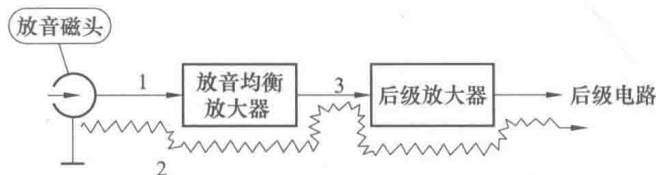

图 1-3 方框图
方框图可以给出部分识图信息,如图 1-3 所示的方框图给出了这样一些识图信息:图中信号传输线路中的箭头给出了信号传输的方向,同时也能指示信号从前级输出端传到后级输入端。
1) 表现出了信号源的性质。如图 1-3 中画出放音磁头电路符号,说明这一电路中的信号源是放音磁头输出的放音信号。
2) 方框图表示了各单元电路之间的信号传输方向,从而使人们能了解信号在各部分单元电路之间的传输次序。从图 1-3 中可以看出,放音磁头输出信号先经过放音均衡放大器,再送入后级放大器。